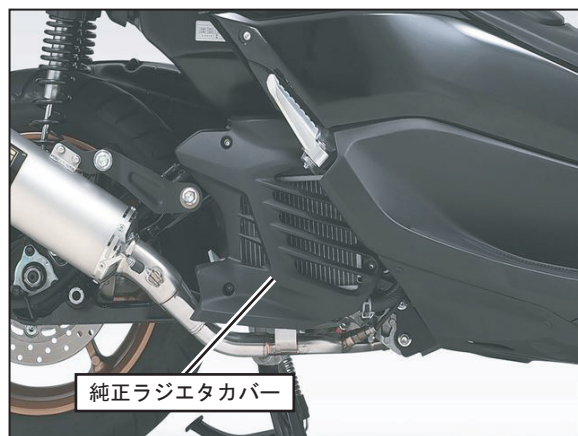

FIG. 18
14. 手順2で取り外した純正ラジエタカバーを取り付けて下さい。(FIG. 18参照)